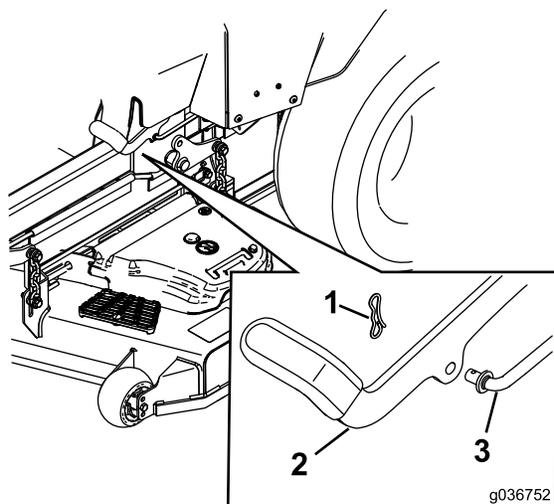

図 60
6. 調整が必要な場合は、まず駐車ブレーキを解除する。ブレーキリンクのシャフトからコッターピンを抜き取る 図 60。